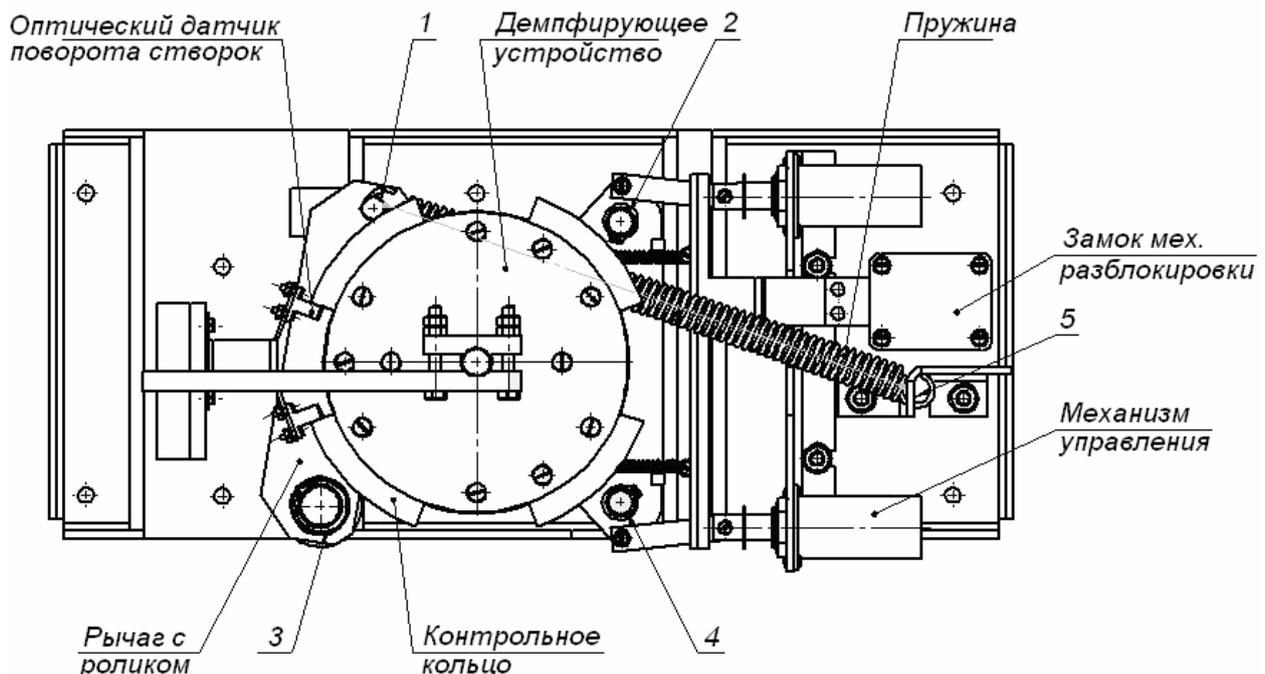

Рисунок 10 Расположение внутренних деталей и узлов механизма доворота ЭП (1-5 – места смазки)
2. снимите крышку (2) в порядке, указанном в разделе 6;
4. осмотрите (см. рис. 10):
- 7.1. четыре втулки на устройстве доворота – две на оси вращения толкателя и две на оси крепления пружины, а также отверстия в деталях крепления пружины, по две - три капли масла в каждое место смазки (места смазки указаны на рис. 10); не допускайте попадания смазки на поверхность кольца контрольного и на ролик;